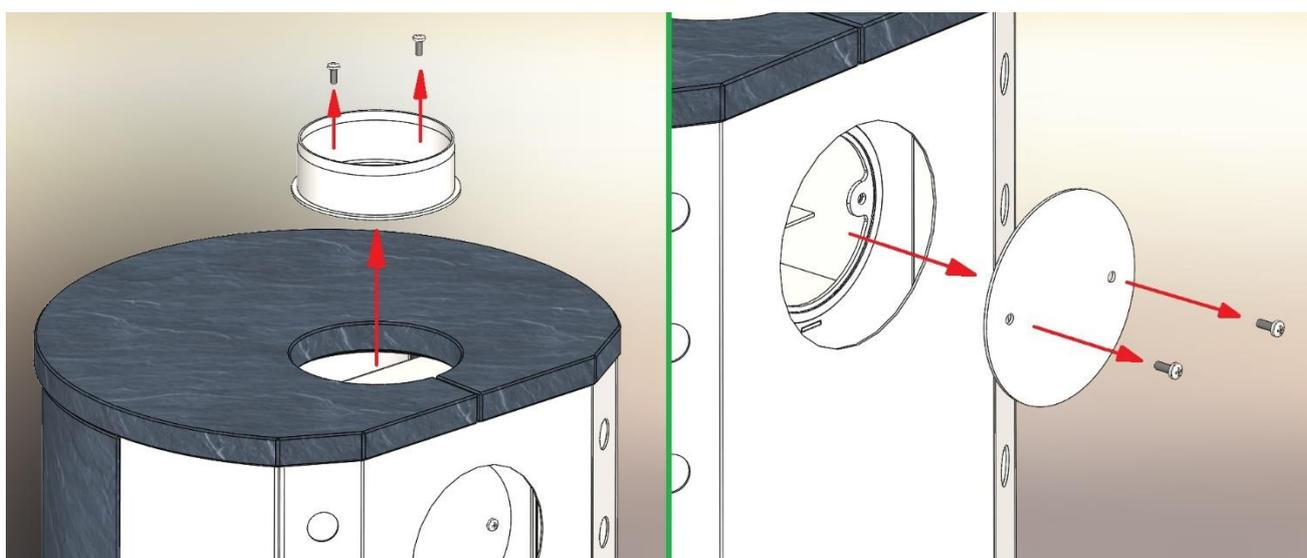

Abbildung 2 Montage und Demontage des Rauchrohranschlusses und des Rauchrohrdeckels
3. Abbildung 2 Entfernen des Rauchabzugsanschlusses / Rauchabzugdeckels	Seite 5